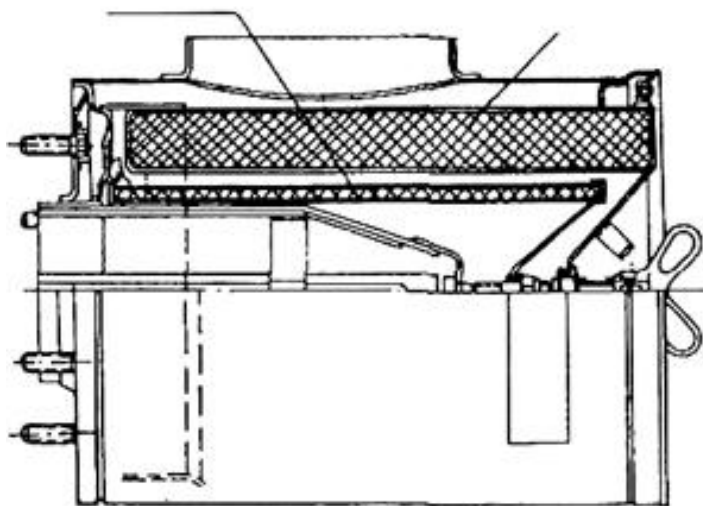

Рис. 5-5
1) Воздухоочиститель (см. Рис.5-5)